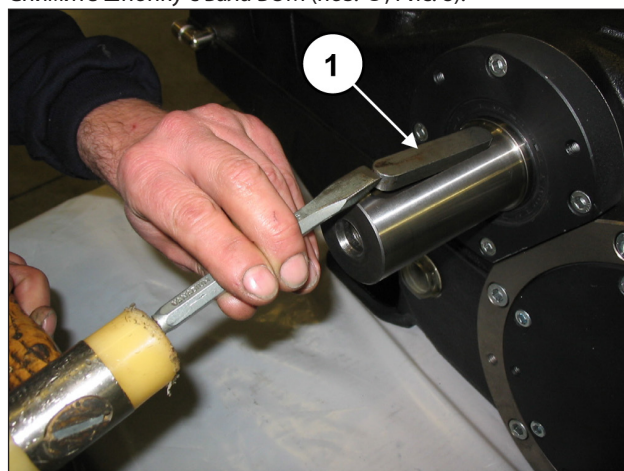

Рис. 8
Снимите шпонку с вала ВОМ (поз. ①, Рис. 8).